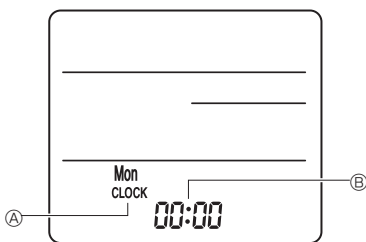

Fig. 6-9
3) Réglage (Réglage de l'horloge) (Fig. 6-9)
① Insérez les piles ou appuyez sur la touche **CLOCK** à l'aide d'un objet pointu. [CLOCK] (HORLOGE) Ⓐ et [:] Ⓑ clignotent.
② Appuyez sur la touche de réinitialisation **RESET** Ⓒ à l'aide d'un objet pointu.
③ Appuyez sur les touches de réglage **▲▼** pour régler l'heure.